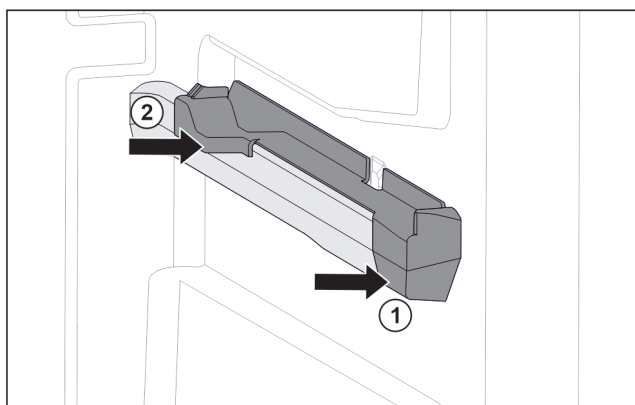

Fig. 139 Pieza de acoplamiento en la nervadura para recipientes derecha
- Coloque la pieza de acoplamiento delante en la nervadura para recipientes. Fig. 139 (1)
- Presione la pieza de acoplamiento por detrás. Fig. 139 (2)